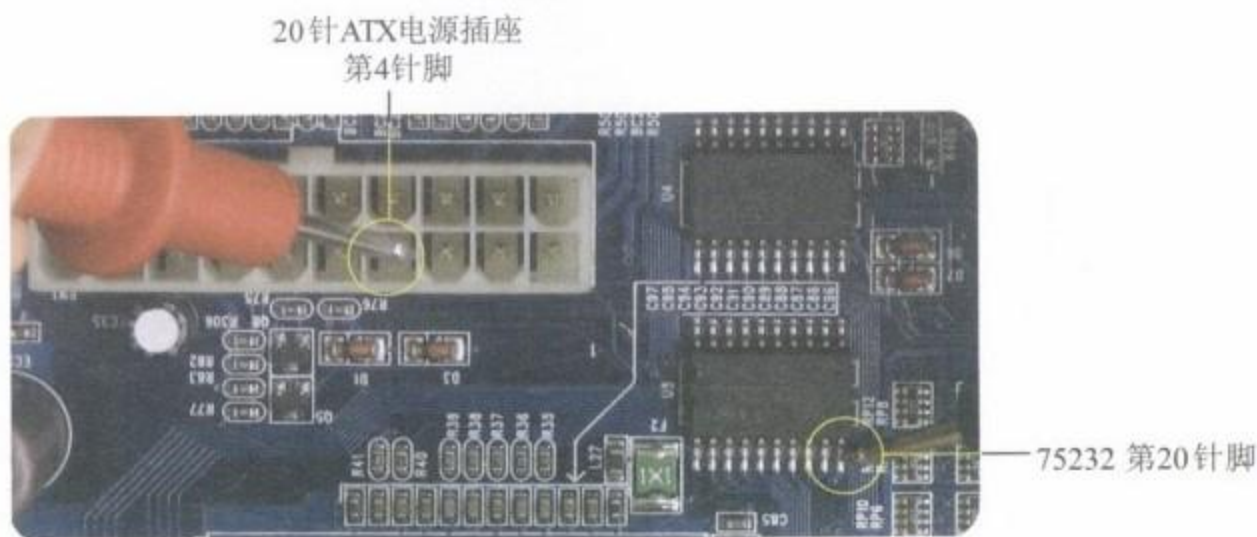

图5-40 测量串口管理芯片的+5V供电电路
Step 03 测量20针ATX电源插座第4针脚到串口管理芯片（75232）的线路，如图5-40所示。